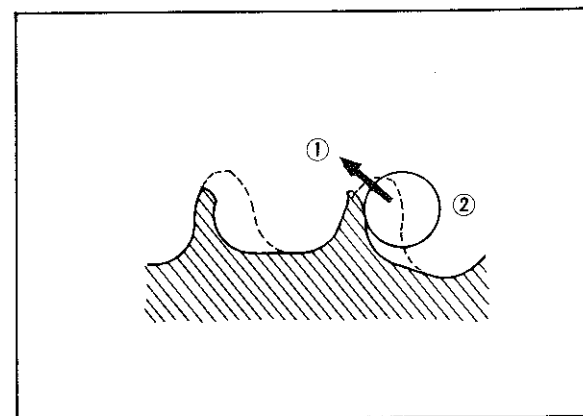

Fig. 5-5-2
4. Replace if tooth wear shows a pattern such as that in the illustration, or as precaution and common sense dictate. (Fig. 5-5-2)
4. Remplacer également si les dents sont déformées par l'usure ou si vous pensez que pour des raisons de sécurité le remplacement du pignon s'impose (Fig. 5-5-2).
4. Kettenrad ersetzen, wenn der Zahnverschleiß zu der in der Abbildung gezeigten Form geführt hat, oder wenn es aus Sicherheitsgründen notwendig ist und es der gesunde Menschenverstand verlangt. (Fig. 5-5-2)